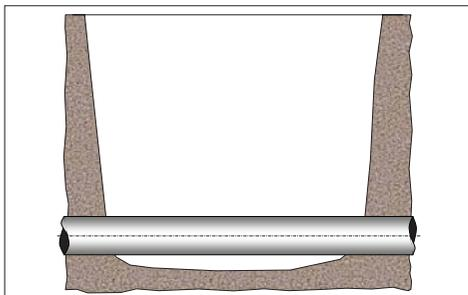

Рис. 1
5. Основание выполняется из песка или щебня с размером зерен не более 10 мм с послойной (не более 20 см) трамбовкой. Под трубопроводом, фасонными частями и арматурой не должно быть неуплотненного грунта и пустот, так как в этом случае при возникновении внешних нагрузок или подвижек грунта возможно повреждение арматуры и трубопровода (рис. 1).